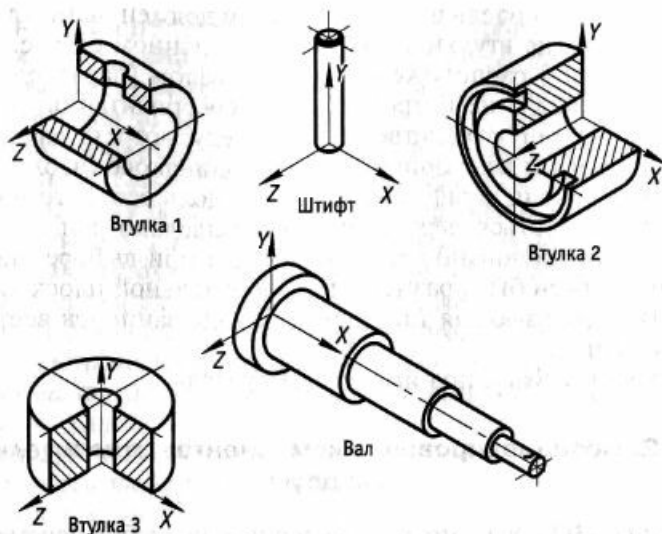

Рис. 8.1. Позиционирование компонентов относительно друг друга
1. Выполните несколько моделей деталей в соответствующих файлах, руководствуясь рис. 8.1 (внутренний диаметр у каждой втулки должен быть равен диаметру соответствующей ступени вала, а длина втулок на 2...3 мм короче той же ступени вала):
5. Таким же образом вызовите поочередно файлы всех втулок и установите их модели в произвольных местах экрана (см. рис. 8.1).